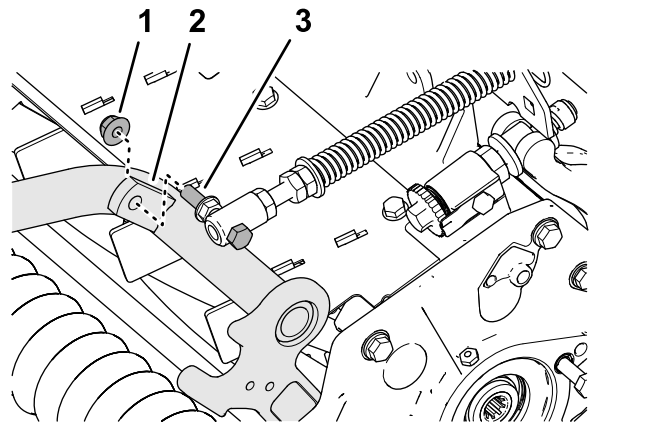

**Figura 19**
3. Retire la contratuerca con arandela prensada ( $\frac{3}{8}$ " que fija el tornillo del muelle de compensación del césped a la pestaña derecha del bastidor de tiro, y retire el muelle de compensación de la unidad de corte (Figura 19).
3. Retire la contratuerca con arandela prensada ( $\frac{3}{8}$ " ) que fija el tornillo del muelle de compensación del césped a la pestaña derecha del bastidor de tiro, y retire el muelle de compensación de la unidad de corte (Figura 19).